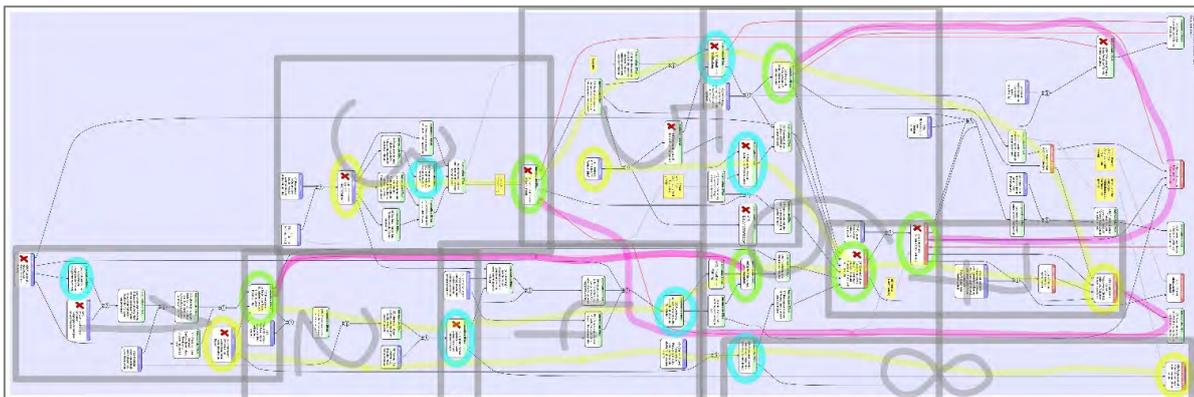

Bild 11: Gegenwartsbaum, eingeteilt in wichtige im EST gezeigte Kausalitätsketten (vergrößerte Darstellung im Anhang)
1. Überlegen Sie also anhand des Ausdrucks Ihres Ausgangsdokuments, wie Sie dieses in einzelne Präsentationsseiten Ihres geplanten Präsentationsformats aufteilen können. Achten Sie bei der Aufteilung darauf, sowohl Anfang als auch Ende einer Kausalitätskette einzuschließen! Das führt zu vielen Überlappungen, da Sie ein Element auf der ersten Seite als Effekt, auf der zweiten Seite als Ursache für den nächsten Effekt benötigen. Zeichnen Sie mit Bleistift die geplante Aufteilung im Ausdruck ein (siehe Bild 11).